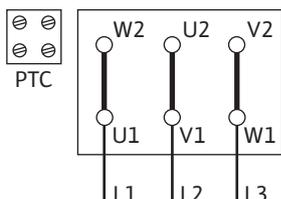

Fig. 14: Circuito Δ
- A ligação de rede depende da potência do motor P2, da tensão e do tipo de arranque. A ligação necessária das pontes de ligação na caixa de bornes pode ser consultada na tabela seguinte, bem como nas Fig. 14, 15 e 16.